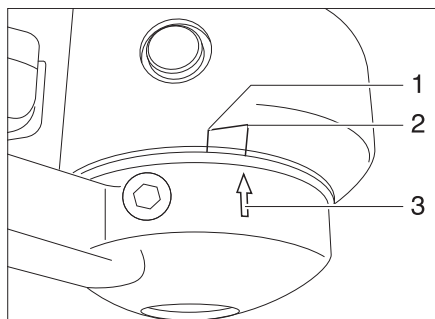

Fig. 161 Contrôle d'usure des garnitures de friction
- Si la flèche se trouvant sur le disque de pression (Fig. 161,3) se trouve devant ou touche la zone témoin (Fig. 161,2), les garnitures de friction sont encore à l'état neuf.
- Si la flèche du disque de pression se trouve dans la zone témoin (Fig. 161,1 à 2), les garnitures de friction sont légèrement usées.
- Si la flèche du disque de pression se trouve à la fin de la zone témoin (Fig. 161,1) ou la dépasse, les garnitures de friction sont usées.